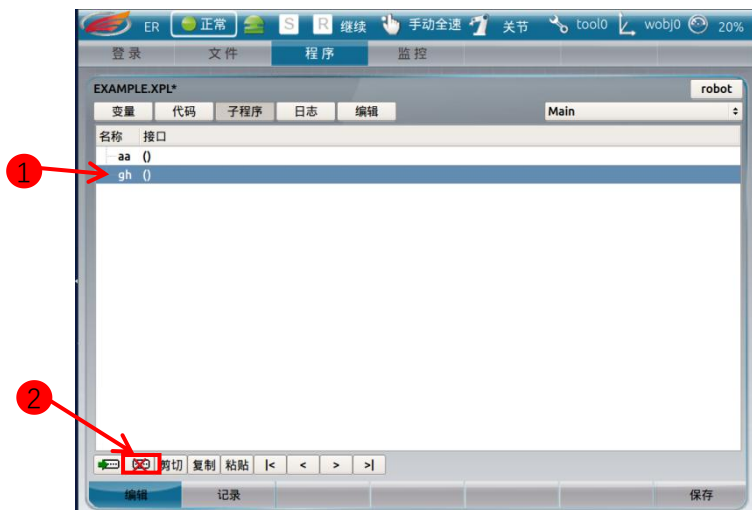

图 26
1. 点击要删除的子程序（图 26 中标记 1），
2. 点击删除按钮“”（图 26 中标记 2），立即就可删除该子程序。